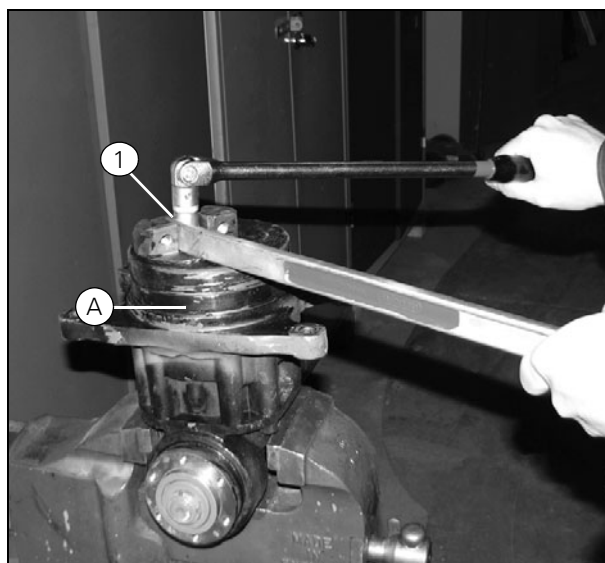

Рисунок 6
22. Нанесите Loctite 270 на болт (поз. 1) и затяните его моментом 360 Нм (Рис. 6).